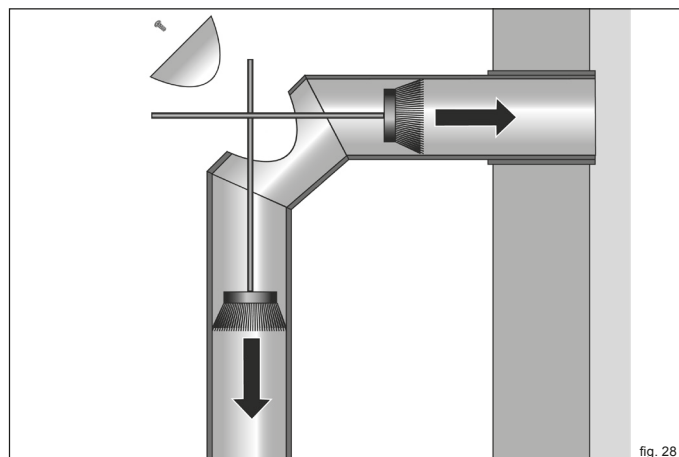

fig. 28
- ▶ Aprire lo sportello per la pulizia presente sulla canna fumaria (fig. 28).
- ▶ Spazzare i residui indietro all'interno del comignolo e in basso nella stufa a legna (fig. 28).